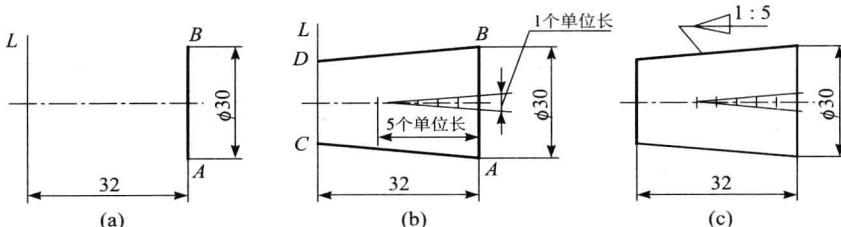

图1-25 锥度的作图步骤及标注方法
如图1-25(a)所示，已知圆锥台的大端直径 $\phi 30$ ，轴向长度32，锥度为 $1:5$ ，试完成该圆锥台的作图。
①在圆锥轴线上按 $1:5$ 的锥度作等腰三角形辅助线。该等腰三角形的底为1个单位长度，轴向长度为5个单位长度。
②过大端直径的端点A和B作该等腰三角形两腰的平行线并延长交小端L于点C和D，连接BD和AC。
③整理、加粗线，并在图样中标注锥度符号。注意符号所示的方向应与锥度的方向一致，如图1-25(c)所示。